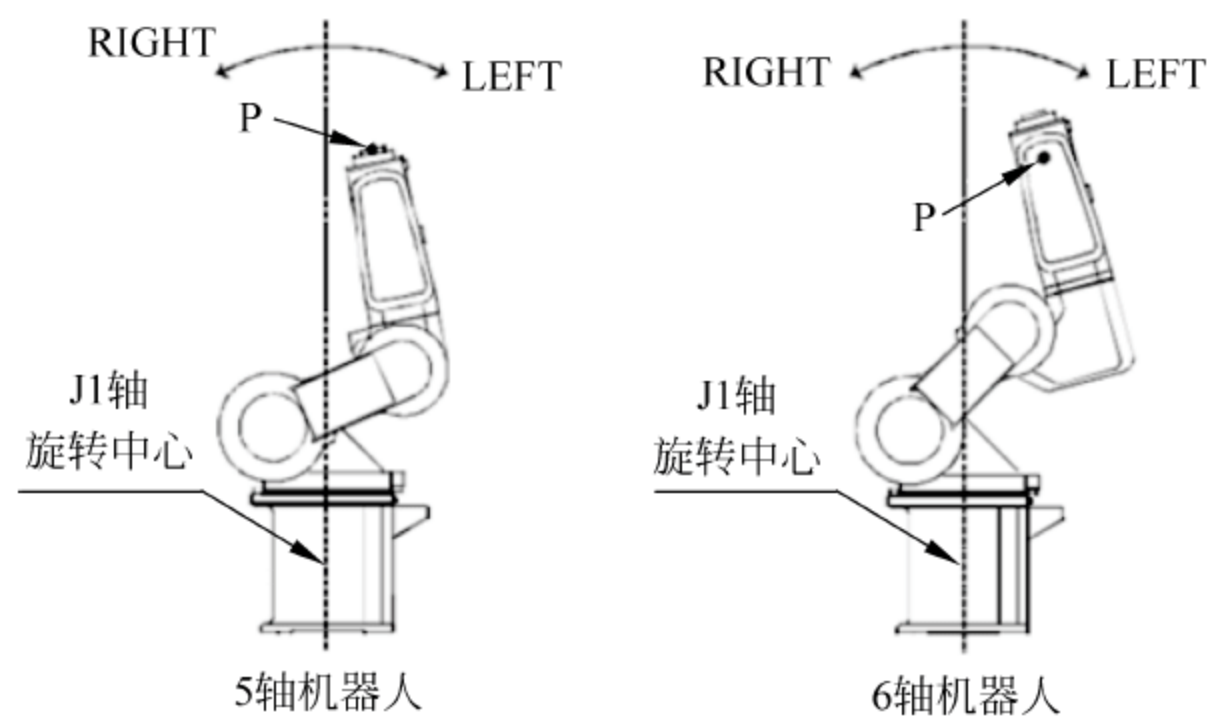

图 11-7 左右判定
(1) 5 轴机器人: 以 J1 轴旋转中心线为基准,判别第 5 轴法兰中心点 P 位于“该中心线”的左面还是右面。如果在右边,则 FL1 bit2=1; 如果在左边,则 FL1 bit2=0; 如图 11-7 所示。